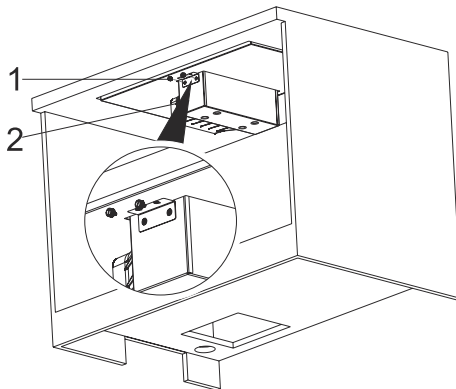

Fig. 12
**5.** Fäst nu behållaren med de medföljande fingerskruvarna (Fig. 12).